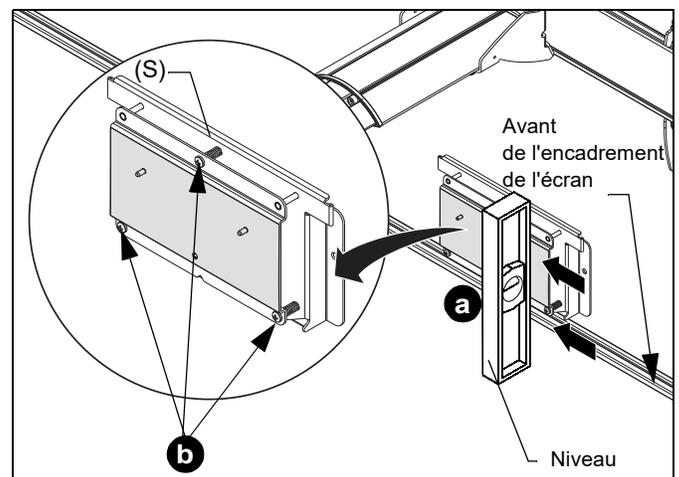

Figure 45
- a. Maintenez un petit niveau contre l'avant du support de capteur (S) et l'écran. (Voir figure 45)
- b. Ajustez les trois vis à l'avant du support de capteur autant que nécessaire pour vous assurer que l'avant du support de capteur soit aligné avec l'avant de l'encadrement de l'écran. (Voir figure 45)